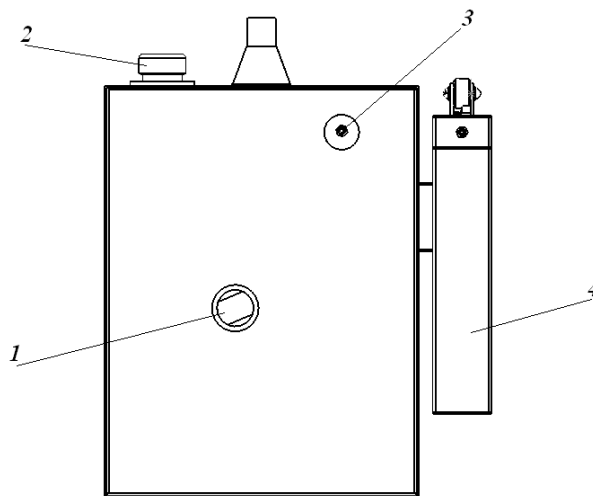

Рис. 4 Лига-12 (вид сзади)
8.1 Через каждые 250-300 часов работы, но не реже одного раза в год следует провести замену электролита, при этом необходимо выработать весь запас воды до срабатывания датчика уровня. При смене электролита: вывинтить пробку 1(рис.4) из сливного отверстия. Завернуть вместо пробки сливное устройство и поставить электролизёр вертикально сливным отверстием вниз. Затем вывинтить пробку из заливной горловины 2(рис.5) и вылить электролит из электролизера. Залить (см. п.7.7) и вылить из электролизера один, два раза **дистиллированную** воду (прополоскать). Затем через заливную горловину 2(Рис.5) с помощью **чистой** воронки залить в электролизер 800-1000мл. свежего электролита. Как только электролит покажется в заливной горловине заправка прекращается.